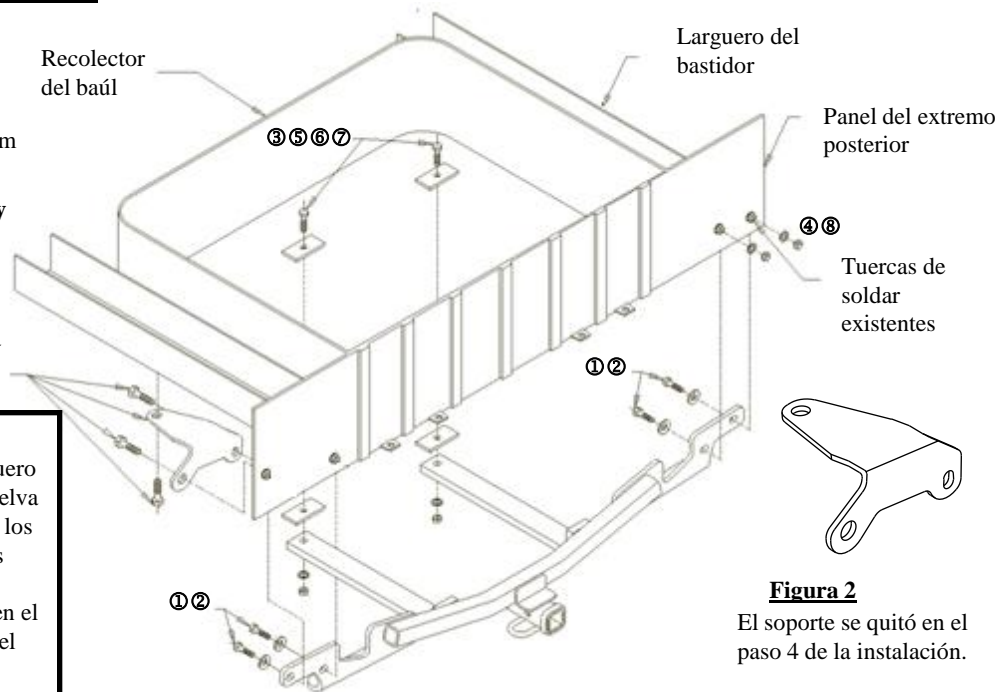

Figura 2
Para la ubicación del tornillo y soporte vea la Figura 2.
①	Cant. (4)	Perno hexagonal M10 X 40 X 1.25 CL8.8	⑤	Cant. (4)	Bloque 1/4 X 1.50 X 3.00
②	Cant. (4)	Arandela cónica dentada 3/8"	⑥	Cant. (2)	Arandela de bloqueo 1/2"
③	Cant. (2)	Perno hexagonal 1/2-13 X 2.00 GR 5	⑦	Cant. (2)	Tuerca hexagonal 1/2"
④	Cant. (2)	M10 X 1.25 hexagonal Tuerca	⑧	Cant. (2)	7/16 Arandela
4. Retire el soporte existente como se muestra en la Figura 2 del larguero del bastidor del vehículo en el costado del conductor y el panel del extremo posterior y devuelva al propietario del vehículo.
5. Levante el enganche a su posición e instale los pernos hexagonales M10 y las arandelas cónicas dentadas de 3/8" en las tuercas de soldar existentes en el vehículo. Si no hay tuercas de soldadura están presentes en el lado del pasajero, a continuación, utilizar las tuercas y arandelas previsto. (④, ⑧)